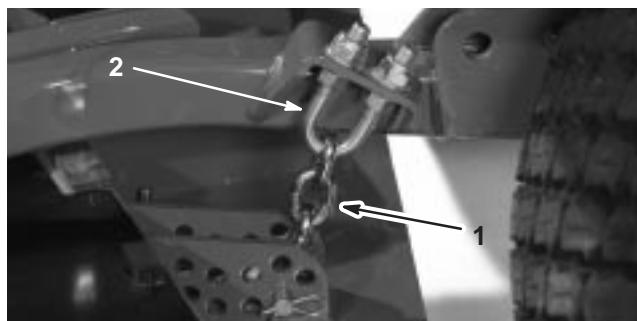

Figure 12
- Enlevez la goupille fendue et l'axe de chape qui fixent les chaînes de hauteur de coupe à l'arrière du plateau (Fig. 12).